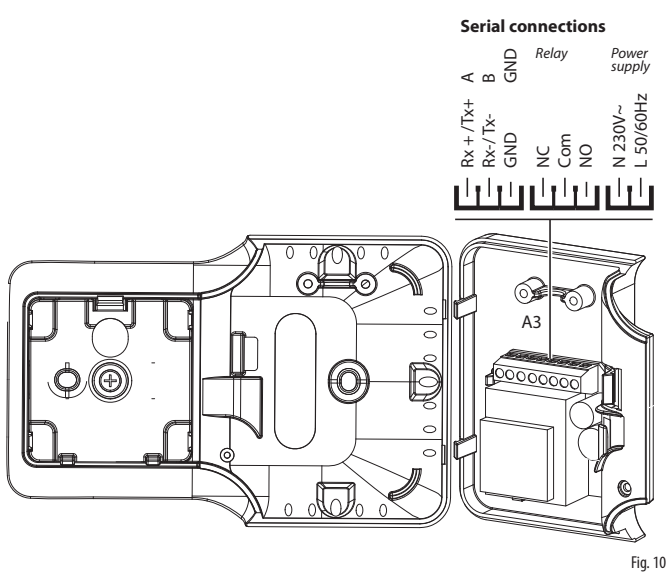

Fig. 10
- Effettuare tutti i collegamenti elettrici come da schema (Fig. 10);
- Make the electrical connections according to the diagram (Fig. 10);